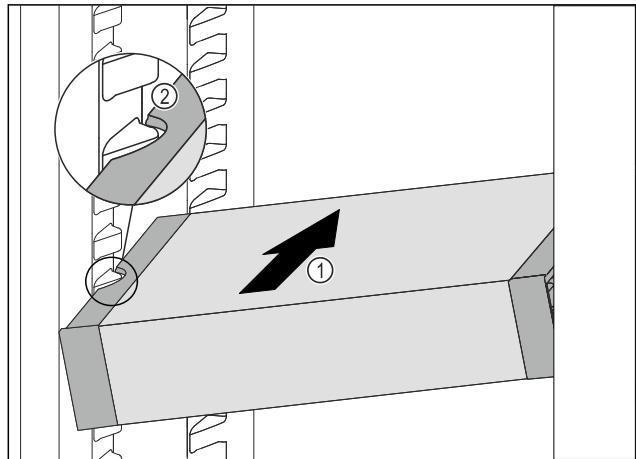

Fig. 77
- ▶ VarioSafe schräg in das Kühlteil einschieben Fig. 77 (1), bis sich die seitlichen Aussparungen Fig. 77 (2) des VarioSafes auf Höhe der Behälterrippe im Kühlteil befinden.